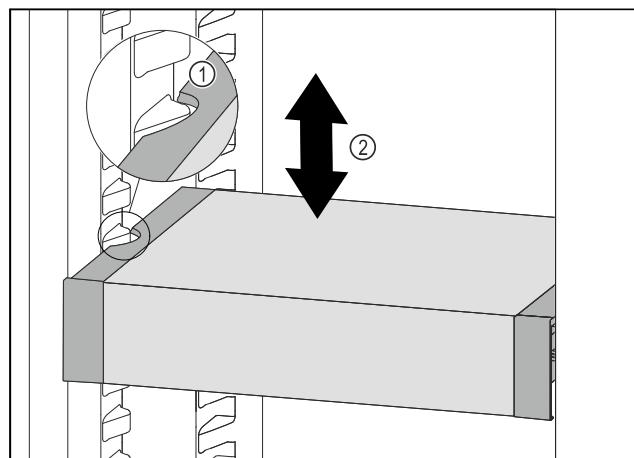

Fig. 100
- Изтеглете VarioSafe напред, докато страничните прорези на VarioSafe се намират на височината на реброто на съда в хладилната част. Fig. 100 (1)
- Преместете VarioSafe нагоре или надолу в хладилната част, докато се достигне желаната височина. Fig. 100 (2)